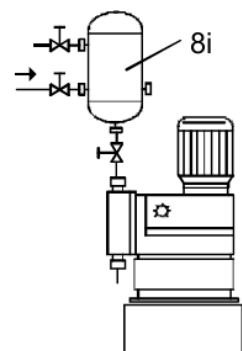

Рис. 8
- Замечания по установке на нагнетательной стороне (Рис. 8):